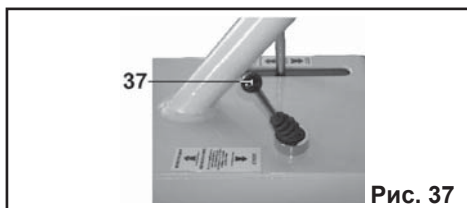

Рис. 37
9.5. Для включения вибрации установите рычаг включения вибрации (37) (Рис. 37) в положение **ВИБРАЦИЯ**.